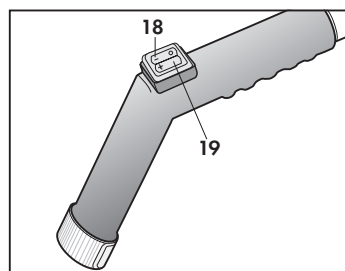

Fig. 10
c) Dopo circa 2 minuti dall'avvio del riscaldamento in caldaia premere il tasto vapore rosso (18) sull'impugnatura (Fig. 10) e far spurgare l'eventuale aria contenuta in caldaia e la condensa per circa 10 secondi.
d) All'accensione della spia verde (E) il generatore è pronto per l'utilizzo.